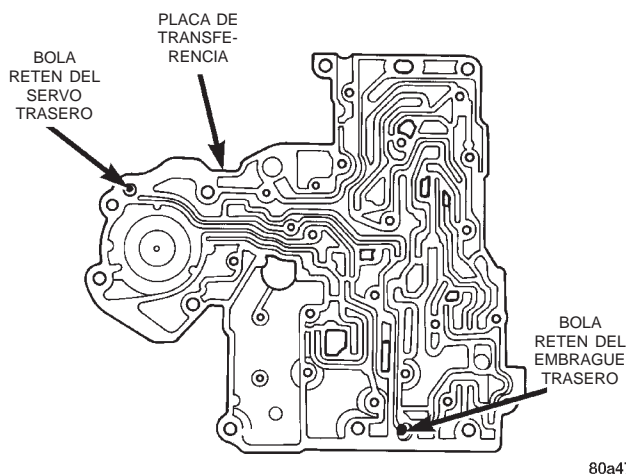

Fig. 56 Bolas retén del servo trasero y el embrague trasero
(22) Instale las bolas retén del servo del embrague trasero y el servo trasero en las cavidades adecuadas de la placa de transferencia (Fig. 56).